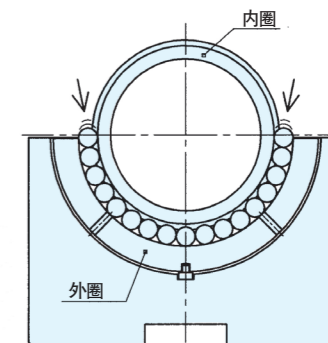

图17 确认滚子的滚动
(2)插完下半部分的滚子后, 用手指按压两端的滚子, 确认滚子滚动灵活。(参考图17)